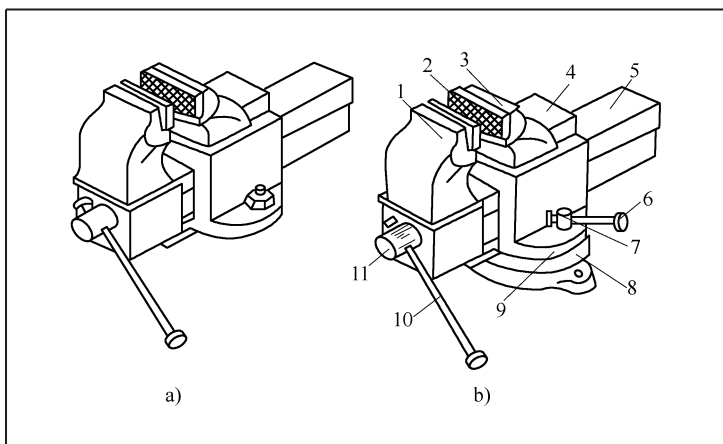

图 3-7 台虎钳
(6) 台虎钳 台虎钳是维修作业中夹持工件的夹具，分固定式和回转式两种。台虎钳的规格用钳口的宽度表示，常用尺寸为 100 ~ 150mm，如图 3-7 所示。